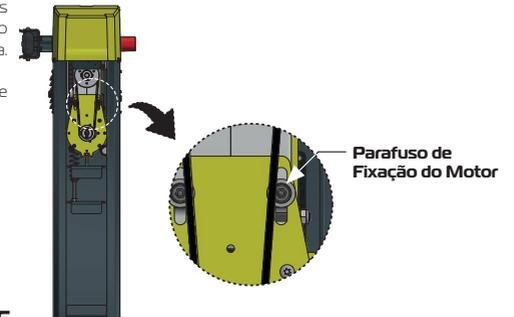

Fig. 26
- Afrouxe os dois parafusos que fixam o motor conforme mostra a Fig. 26.